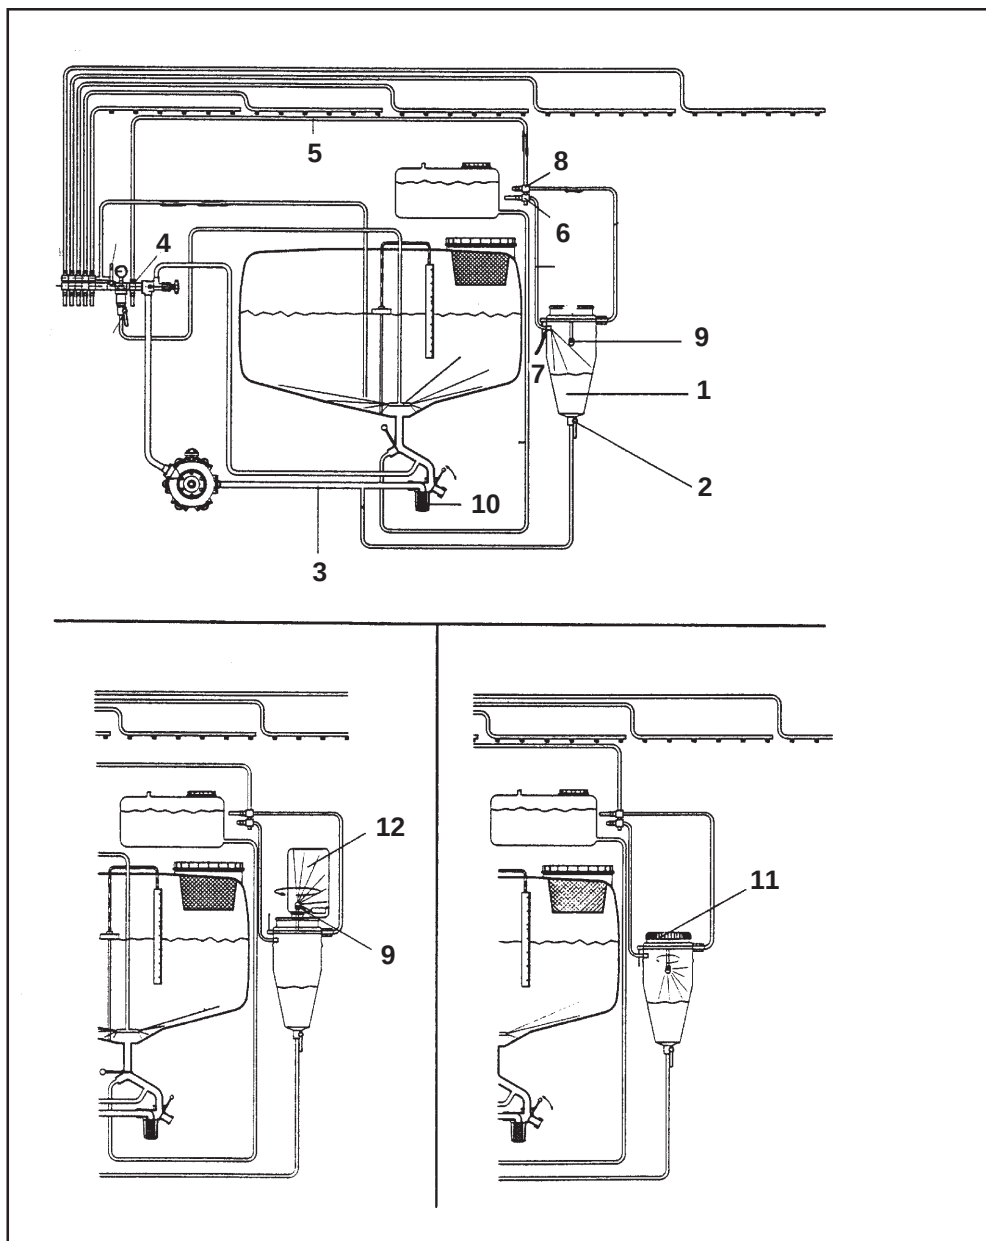

Рис. 12.9
- открыть простые краны (рис. 12.9/2) внизу измерительной емкости и на арматуре управления.
- Открыть простой кран (рис. 12.9/6) для распылителя (рис. 12.9/7).
- Закрыть простой кран (рис. 12.9/ 6).
- Откачать раствор из измерительной емкости. Прополоскать измерительную емкость с помощью канистрового распылителя (рис. 12.9/9).
Откачивание раствора из измерительной емкости ускорится, если на фильтре-кране (рис. 12.9/10) рычаг управления поставить в положение “заливка”.
При ополаскивании измерительной емкости закрыть ее отверстие крышкой (рис. 12.9/11).
- Закрыть простые краны (рис. 12.9/2 и 12.9/4).